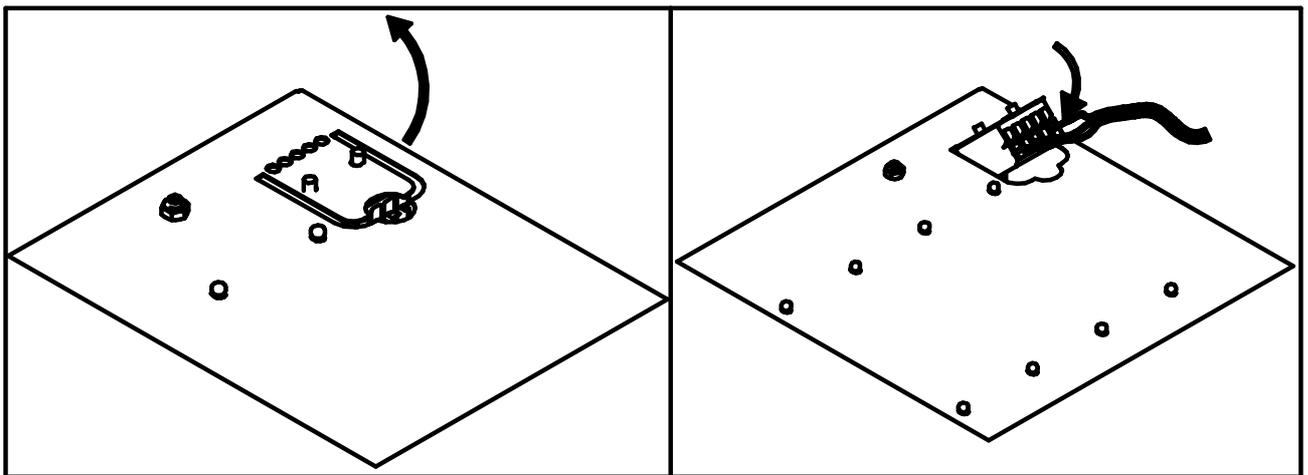
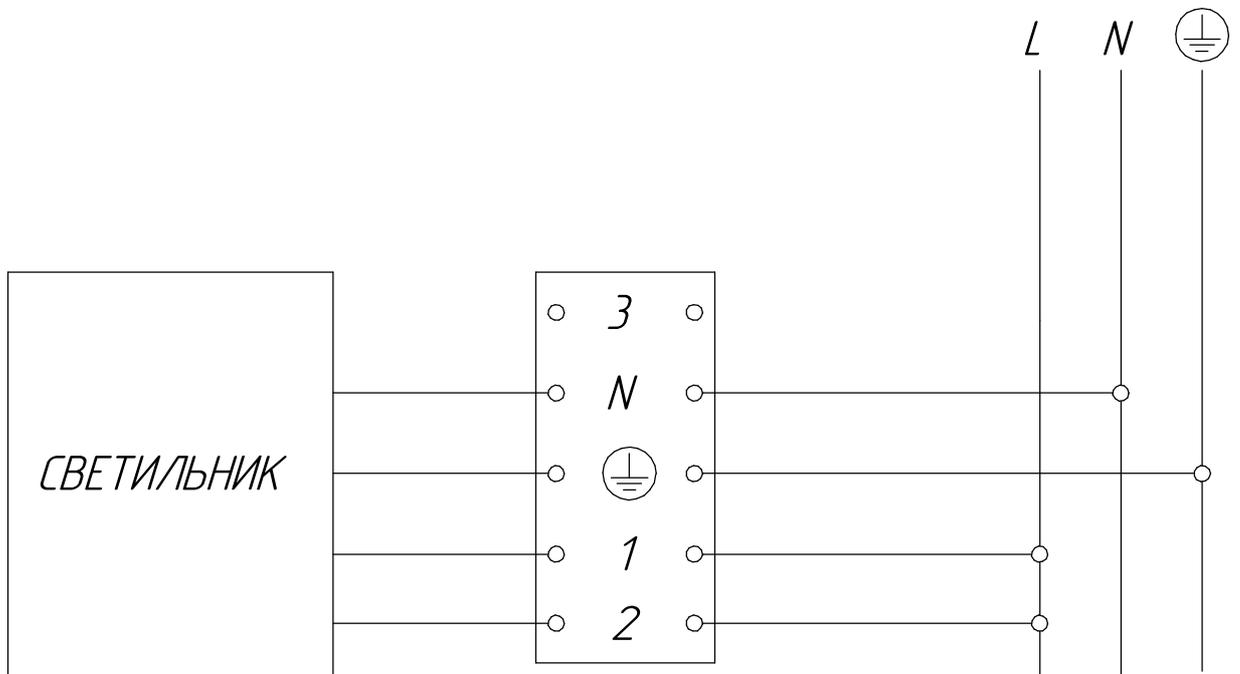

Рисунок 3 - Схема подключения светильников
Рисунок 4 - Схема подключения светильников к сети
5.7 Отогните язычок с клеммной колодкой (рисунок 3) и подключите сетевой провод к клеммной колодке, к разъёму 1 подключается светодиодный источник питания, к разъёму 2 подключается лампа (рисунок 4).